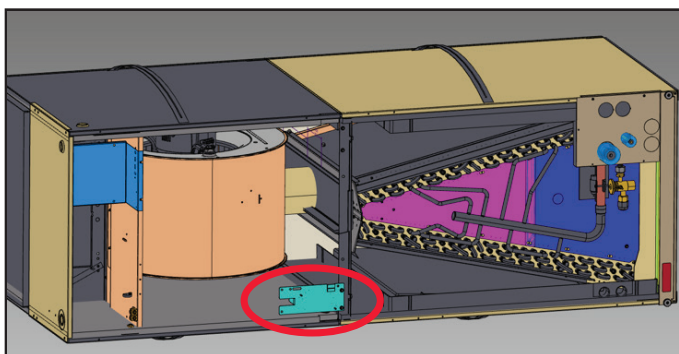

Figura 10
- 3 - Después de volver a colocar el conjunto del serpentín y el soporte central en la unidad y quitar los paneles de la unidad de manejo de aire, instale el conjunto del soporte del sensor en el soporte central alineando los orificios, como se muestra en la Figura 10.